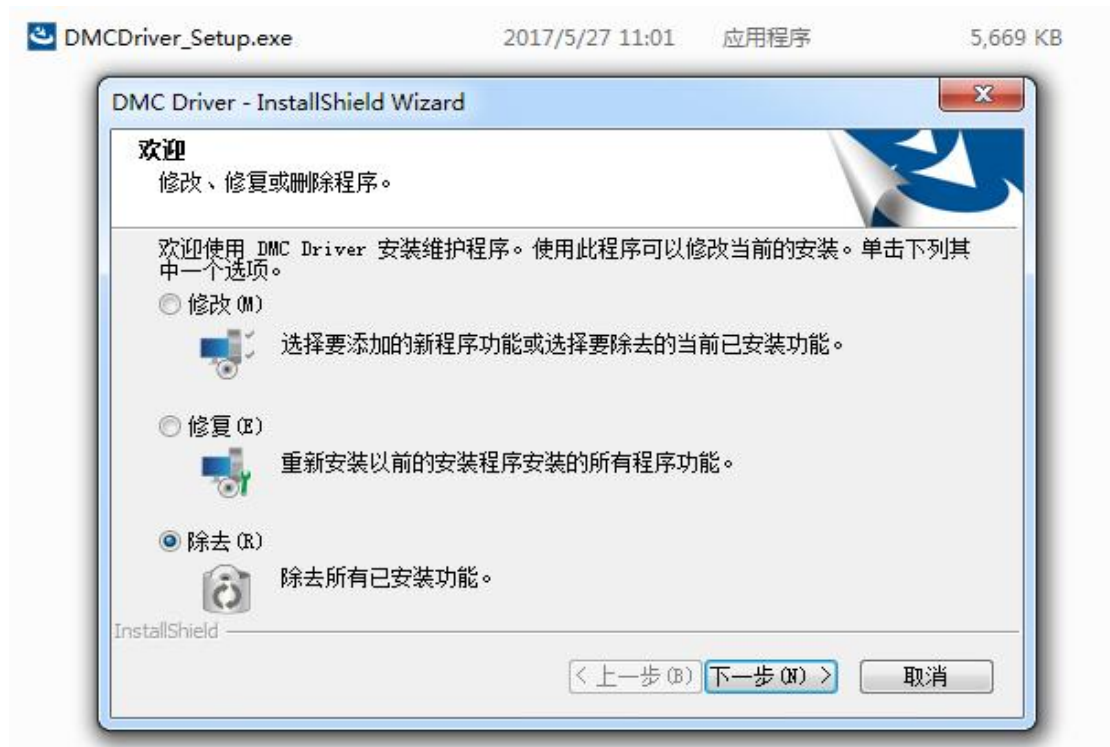

图 4.12 删除驱动选项
1、双击驱动文件 DMCDriver_Setup.exe, 如果出现如图 4.12 所示对话框, 请选择“除去”, 并点击“下一步”。